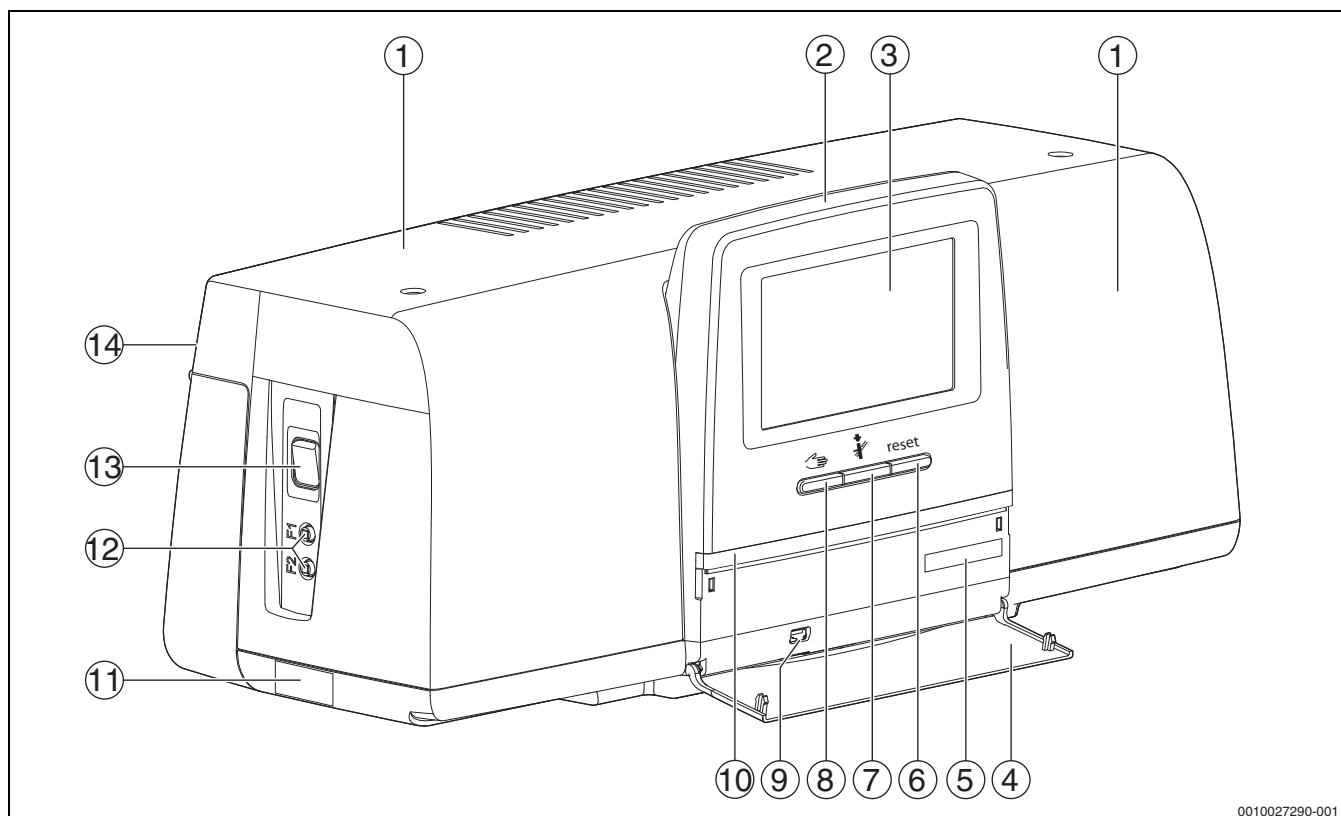

Fig. 8 Aperçu de l'appareil de régulation et des éléments de commande
L'état de l'installation, des fonctions et des composants est indiqué via les affichages de l'état (→ fig. 14, [2], [6], page 15) et la LED d'affichage de l'état (→ fig. 8, [10], page 11) :
- Allumer l'appareil de régulation avec l'interrupteur Marche/Arrêt (→ fig. 8, [13], page 11).